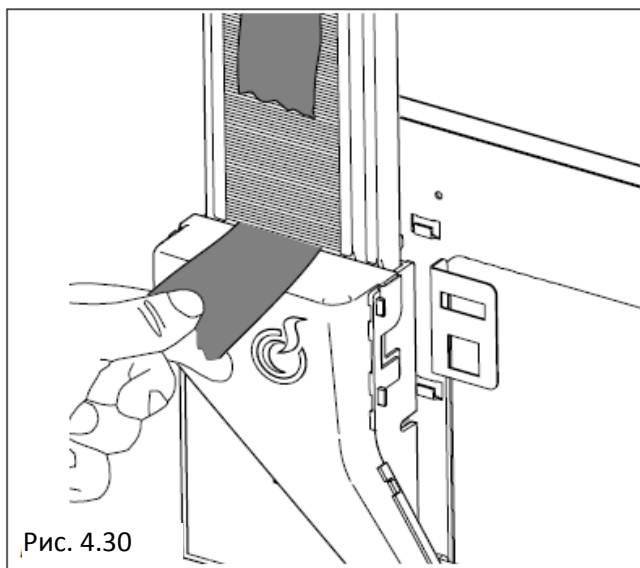

Рис. 4.30
- Вставьте в секцию размешиватели в той упаковке, в которую они завернуты, и когда они будут расположены в нижней части, разрежьте и удалите обертку (Рис. 4.30)